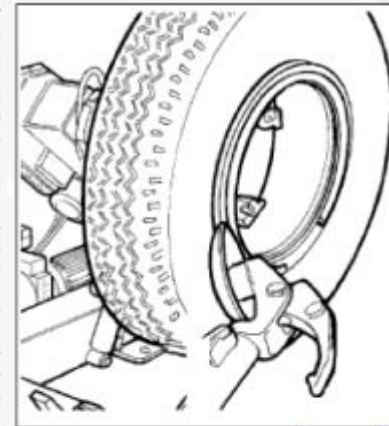

Рисунок 29
4) Установите отбортовочный диск к ободу (рис. 29).